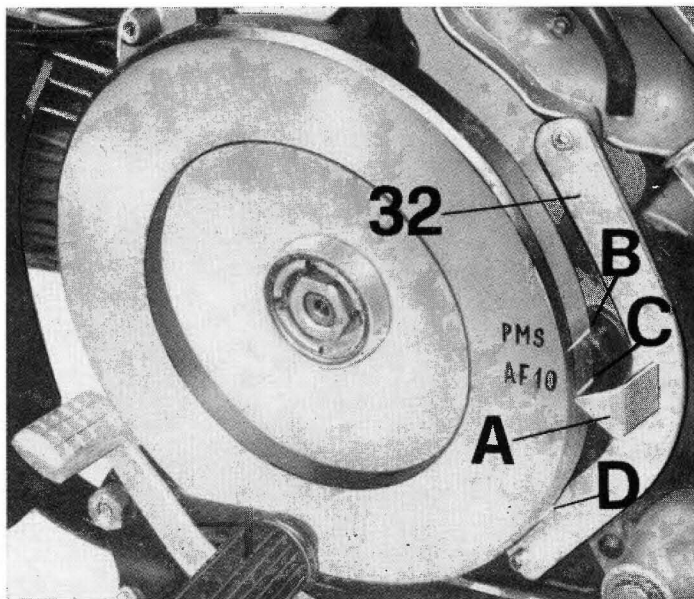

Fig. 19
- Montare a mezzo viti sul coperchio interno del basamento l'attrezzo (32 di fig. 19).
- Assicurarsi che il pistone sia a punto morto superiore, a fine fase di compressione con valvole chiuse. Il segno sul volano « P.M.S. » deve coincidere con la freccia dell'attrezzo (A di fig. 19).
- Ruotare il volano in senso antiorario finché il segno « AF10 » sul volano stesso si trovi in corrispondenza con la freccia dell'attrezzo (A di fig. 19). A questo punto i contatti del ruttore devono dare inizio all'apertura.
Per eseguire il controllo dell'anticipo accensione bisogna innanzitutto segnare il punto (D di fig. 19). Sul volano motore, questo punto si trova a 44° (mm 101,4) rispetto al « P.M.S. » già segnato sul volano stesso.
I riferimenti sul volano si possano così definire (vedere fig. 19), e diagramma (vedere fig. 20).